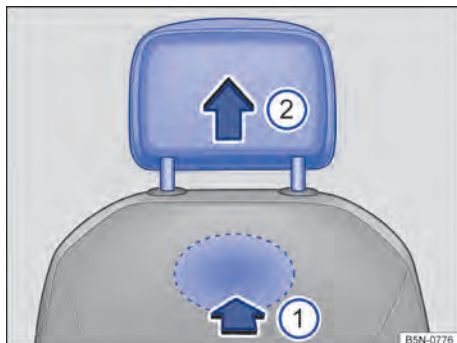

Fig. 100 Remover o apoio para cabeça dianteiro.
- Para destravar, tatear na cavidade parte de trás, na área marcada, e pressionar para dentro no sentido da seta → Fig. 100 ❶.
- Retirar o apoio para cabeça ❷ no sentido da seta.